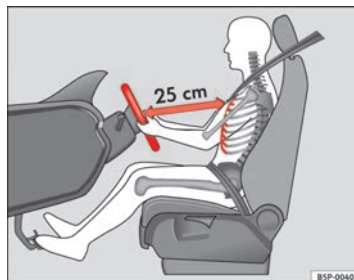

Fig. 136 Position de conduite correcte
- Réglez le volant jusqu'à ce que vous obteniez la position souhaitée $\Rightarrow$ fig. 136.
- Réglez le siège du conducteur ou le volant de sorte que la distance entre celui-ci et votre thorax soit au moins de 25 cm ➔ fig. 136. Si vous ne respectez pas cette distance minimale, le système d'airbag sera dans l'incapacité de vous protéger – danger de mort !